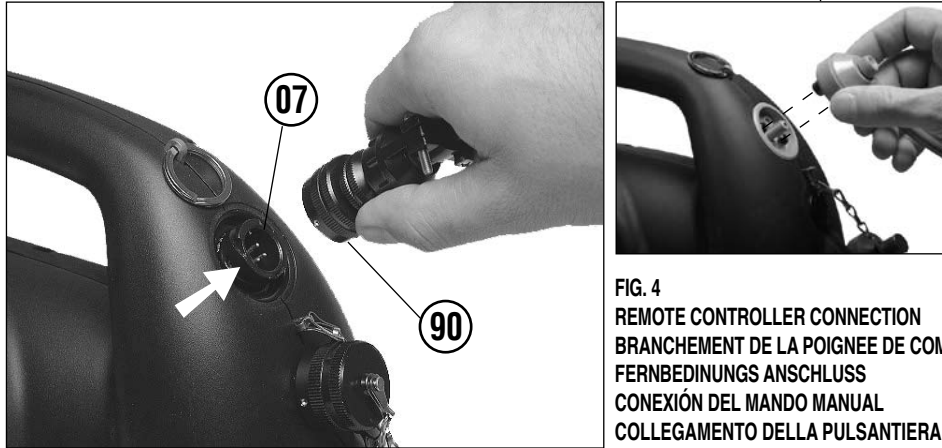

FIG. 4
- Enlever le bouchon de protection "**REMOTE CONTROLLER**", relier la poignée de commande au connecteur (07) (voir Fig. 4): serrer le connecteur (09) en tournant la bague dans le sens des aiguilles d'une montre jusqu'à ce qu'elle soit bloquée.
- S'assurer que le flexible est en parfait état; brancher le raccord femelle au raccord mâle de la tête hydraulique à utiliser, et le raccord mâle au raccord femelle (09) du groupe.
- Prendre la poignée de commande (10) et presser le bouton de mise en marche (VERT). De cette manière, on active le moteur du groupe qui met l'huile en pression et alimente la tête hydraulique qui lui est reliée.